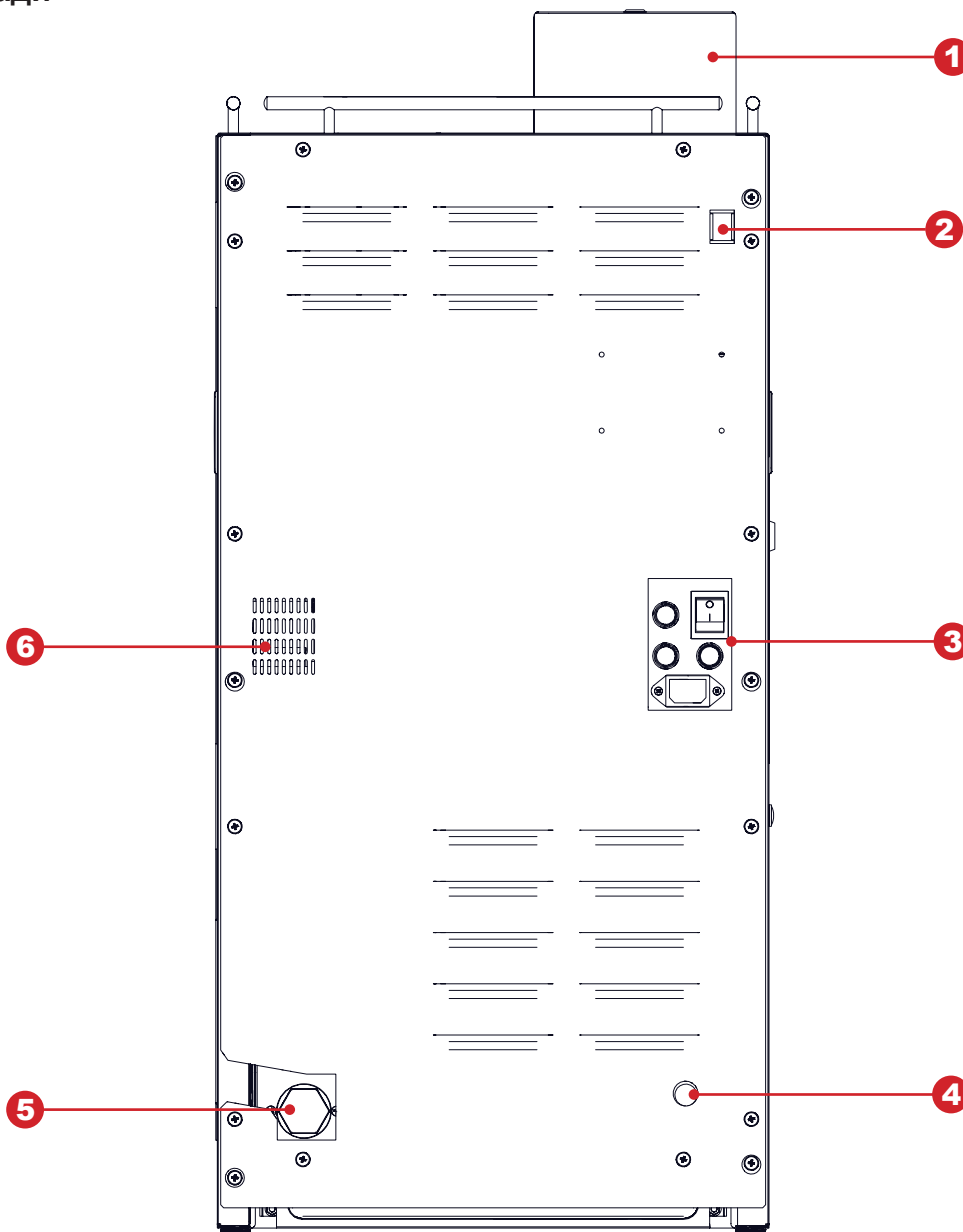

Рисунок 5.4
Автоматы могут быть подключены к линии водопроводной питьевой воды, с учётом требования законодательства в стране установки автомата. Входной разъём для подключения к линии расположен на задней стенке корпуса автомата (см.рис.5.4) и выполнен в виде резьбового соединения диаметром  $\varnothing \frac{3}{4}$ ". Подключение осуществляется с помощью трубы, способной выдержать давление водопроводной сети и подходящей для использования с пищевыми продуктами (мин. внутр. диаметр 6 мм).
1. Установите переключатель на блоке коммутации автомата в положение **(O / ВЫКЛ)** (см. рис.5.4 поз.3);
8. Установите переключатель на блоке коммутации автомата в положение **(I / ВКЛ)** (см. рис.5.4 поз.3).
Для обеспечения водоснабжения автомата предназначена силиконовая водозаборная трубка из комплекта поставки (см.рис.4.2 поз.5), которая подключается одним концом ко входу воды (см.рис.5.4 поз.3), другой конец трубки с наконечником помещается в ёмкость с водой.